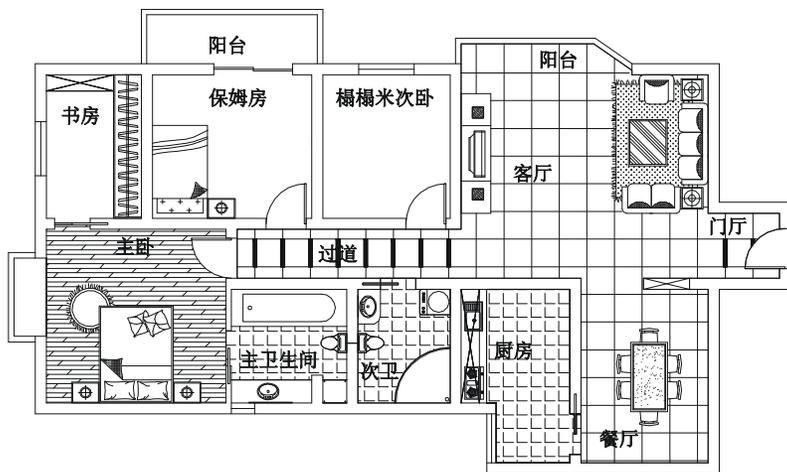

图 6-1-72
**STEP 07** 使用移动命令 MOVE 将旋转后的图形放到保姆房中，再将床头柜移入床旁边，如图 6-1-72 所示。